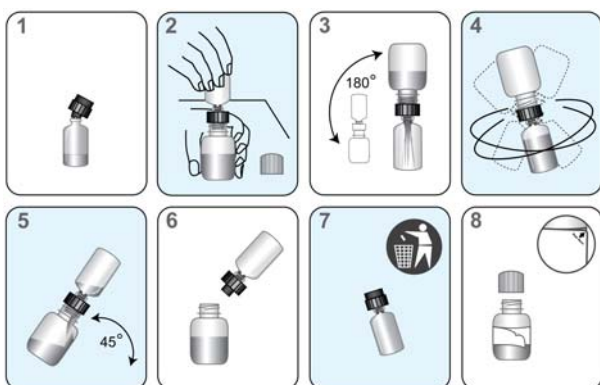

Figura 2. Processo di ricostituzione
- b. Aprire il flacone del reagente liofilizzato e inserire con fermezza l'estremità indentata del collare di ricostituzione nell'apertura del flacone (Figura 2, Procedimento 1).
- c. Aprire la soluzione di ricostituzione corrispondente e disporre il cappuccio su una superficie di lavoro pulita e coperta. Tenendo la bottiglia della soluzione sul banco, inserire con fermezza l'altra estremità del collare di ricostituzione nella bottiglia (Figura 2, Procedimento 2).
- d. Capovolgere lentamente le bottiglie assemblate. Permettere alla soluzione di scendere dalla bottiglia nel flacone di vetro (Figura 2, Procedimento 3). Attendere che il reagente liofilizzato vada in soluzione, quindi agitare ruotando delicatamente la soluzione nel flacone di vetro per miscelarla. Evitare di formare schiuma mentre si agita la bottiglia con movimento rotatorio (Figura 2, Procedimento 4).
- e. Capovolgere il gruppo e inclinarlo ad un angolo di 45° per ridurre al minimo la formazione di schiuma (Figura 2, Procedimento 5). Lasciar scendere tutto il liquido di nuovo nella bottiglia di plastica.
- f. Rimuovere il collare di ricostituzione e il flacone di vetro (Figura 2, Procedimento 6) e smaltirli (Figura 2, Procedimento 7).
- g. Incappucciare di nuovo la bottiglia di plastica e staccare e smaltire l'etichetta superiore (Figura 2, Procedimento 8). Sulla restante etichetta della bottiglia annotare le iniziali dell'operatore, la data di ricostituzione ed il numero di lotto del reagente liofilizzato su tutti i flaconi di reagente ricostituito. Assicurarsi di annotare l'analita (PCA3 o PSA) sui flaconi del reagente sonda.